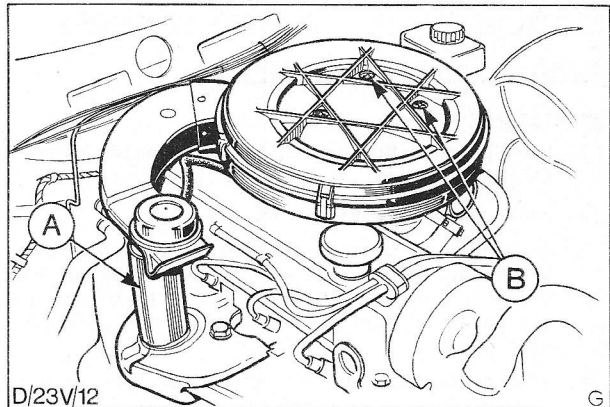

Fig. 36 Luchtfilter (OHC-motor afgebeeld).
3. Verwijder het luchtfilter, Fig. 36.